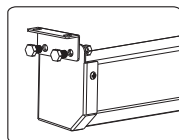

图1
- a. 木制墙壁安装：用卷尺测量银幕两端端盖的两匙孔形之间的距离(如图1)，根据所测的长度在墙壁上相应的位置用电钻钻两个大小适中的孔，并且确定两个孔在同一条水平直线上（如图2-3），在这两个孔内钉入两个 $\phi 5 \times 60$ 的木牙螺丝，然后将银幕两端端盖的两个匙孔型对准钉入墙内的螺钉，挂上即可（如图4）。银幕挂上之后，为了确保幕布与墙壁之间保持平衡，可以用水水平尺测量一下银幕是否平衡（如图5）。
- b. 混凝土墙壁安装：用卷尺测量银幕两端端盖的两匙孔形之间的距离（如图1），根据所测的长度在墙壁上相应的位置用电钻钻两个大小适中的孔，并且确定两个孔在同一条水平直线上（如图2-3），然后将膨胀胶钉入钻好的孔内，再将 $\phi 5 \times 40$ 的自攻螺丝拧入墙壁上的膨胀胶内，使其固定在墙壁上，然后将银幕两端端盖的两个匙孔型对准钉入墙内的螺钉，挂上即可（如图4）。银幕挂上之后，为了确保幕布与墙壁之间保持平衡，可以用水水平尺测量一下银幕是否平衡（如图5）。
用卷尺测量银幕两端端盖的两“D”吊孔之间的距离（如图1），根据所测的长度在天花板上相应的位置用电钻钻两个大小适中的孔，并且确定两个孔在同一条直线上（如图2-3），在这两个孔内钉入两只螺旋挂钩（非产品配件），然后扣上银幕两端端盖的“D”形吊孔即可（如图4）。银幕挂上之后，再检查挂钩的安全性，必要时采取合理的方式确保银幕在任何情况下都不会从挂钩上意外滑落。为了确保幕布与墙壁之间保持平衡，可以用水水平尺测量一下银幕是否平衡（如图5）。